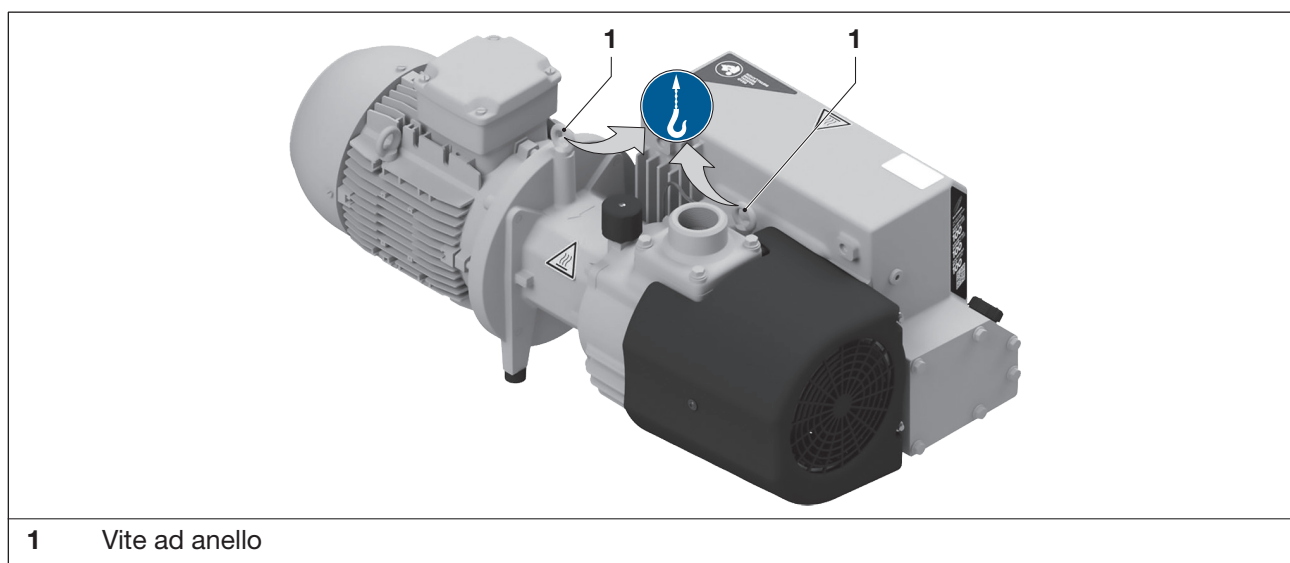

Fig. 1 Dispositivi per la presa del carico per il sollevamento e il trasporto
- b) Serrare le viti a occhiello (Fig. 1/1) saldamente.